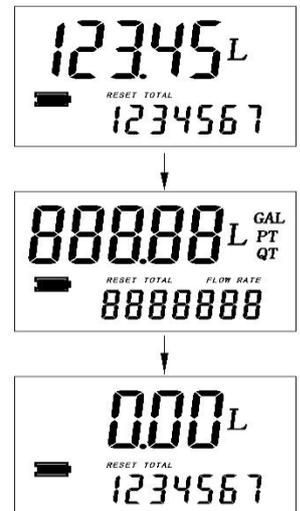

Fig 2.
• **Zere o total presente (Veja fig. 2)**